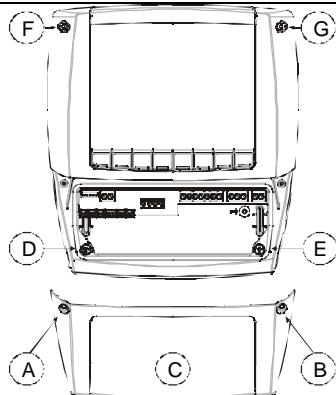

РИС. 1
- Отвинтите 4 передних винта (Рис. 1, А, В, F, G) и снимите крышку (Рис. 1, С).
- Отвинтите 2 винта (Рис. 1, D, E), которые соединяют переднюю и нижнюю части контроллера Cool Mate и разделите эти 2 части.
- Установите переднюю часть, используя снятые ранее 4 винта: Рис. 1, D, E, F, G. (не прилагайте чрезмерных усилий, чтобы избежать деформации пластика).
- Отвинтите 4 передних винта (Рис. 1, A, B, F, G) и снимите крышку (Рис. 1, C).
- Соедините заднюю и переднюю части, при этом панель располагается между ними, и закрепите их 4 винтами, которые были сняты ранее (размер 4x35мм), вставив их в отверстия, показанные на Рис. 1, A, B, D, E. Максимальная толщина панели: 6мм.